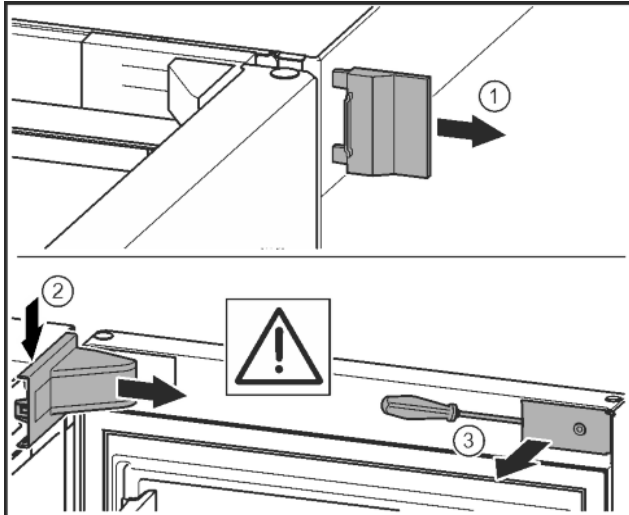

Fig. 7
- Äußere Abdeckung abnehmen. Fig. 7 (1)
- Lagerbockabdeckung austragen und lösen. Lagerbockabdeckung abnehmen. Fig. 7 (2)
- Blende mit Schlitzschraubendreher austragen und zur Seite schwenken. Fig. 7 (3)